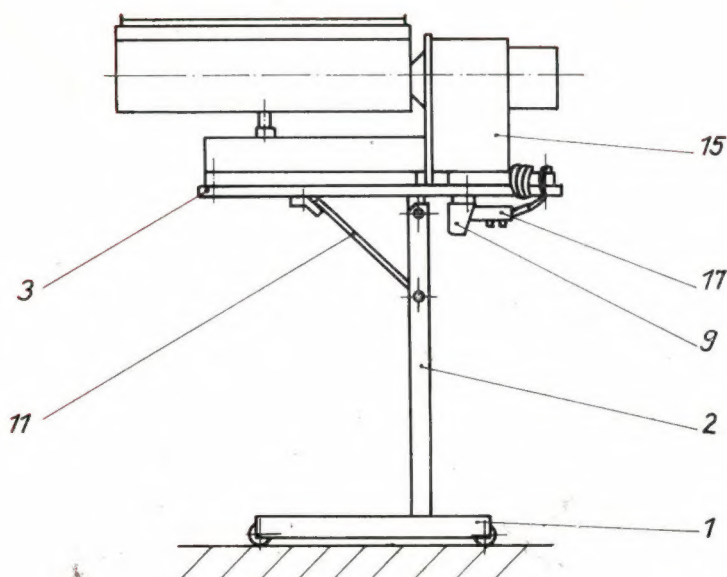
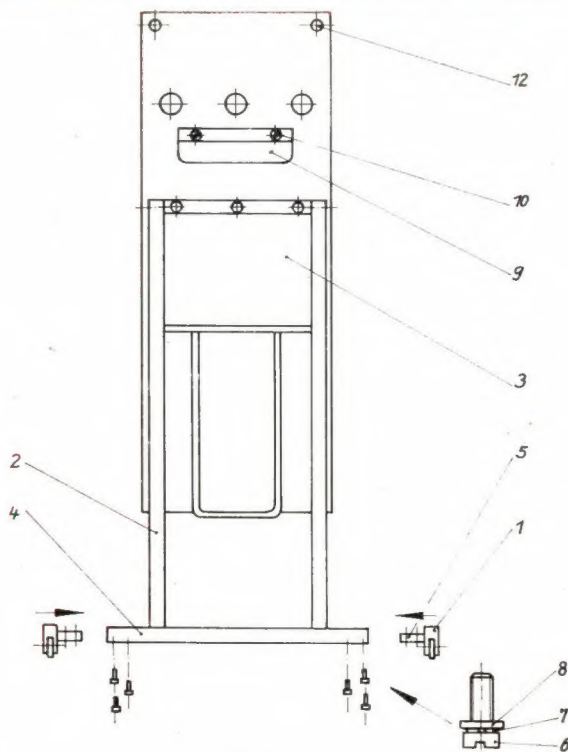
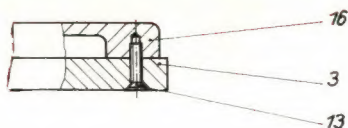

Bild 1
Bild 2
Bild 3
1. Befestigen der Füße (1) am Gestell (2) Bild 2
2. Befestigen des Ablagekastens (9) für den Fußschalter Bild 2
Nun wird die Tischplatte (3) des Bügelmaschinengestells in Arbeitsstellung (Bild 1) gebracht und die Tischplatte (3) mittels der Stütze (11) arretiert. Danach wird die Bügelmaschine so auf die Tischplatte (3) gestellt, daß die Bohrungen (12) (Bild 2) der Tischplatte (3) mit den Gewindebohrungen der Bügelmaschine übereinstimmen und die mitgelieferten Senkschrauben (13) hineingedreht werden können. Dabei sind diese Senkschrauben (13) so anzuziehen, daß sich die Schraubenköpfe fest in die Tischplatte (3) eindrücken (Bild 3).
Die Aufbewahrung der Kabel und des Fußschalters (17) ist aus Bild 1 ersichtlich.